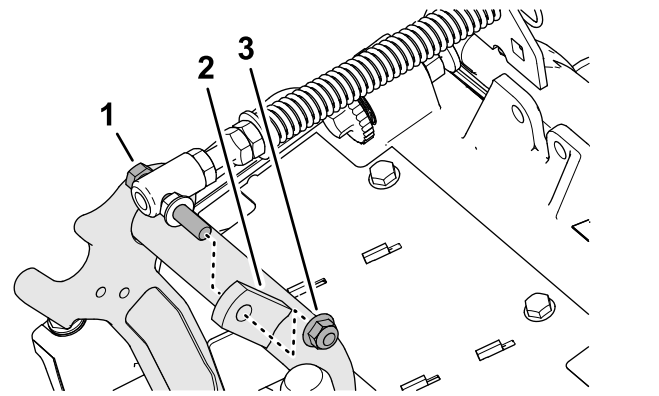

Bild 8
- Entfernen Sie die Sicherungsbundmutter ($\frac{3}{8}$ "), mit der die Kopschraube der Rasenkompensierungsfeder an der rechten Lasche des Trägerrahmens befestigt ist, und nehmen Sie die Kompensationsfeder vom Mähwerk ab (**Bild 8**).